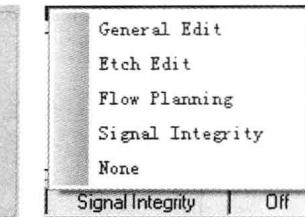

图 1-4-4 Cadence 16.5 状态栏
3) 状态栏功能更新 新版本中可以通过单击状态栏的某一区域实现某种功能。例如，在状态栏点选模式区域，即可切换到其他模式，如图 1-4-4 所示。